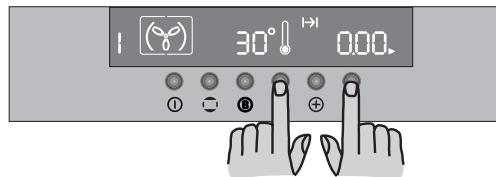

Рис. 13
- С помощью клавиши  уменьшайте время до тех пор, пока на дисплее не появится величина “0.00” (Рис. 13).